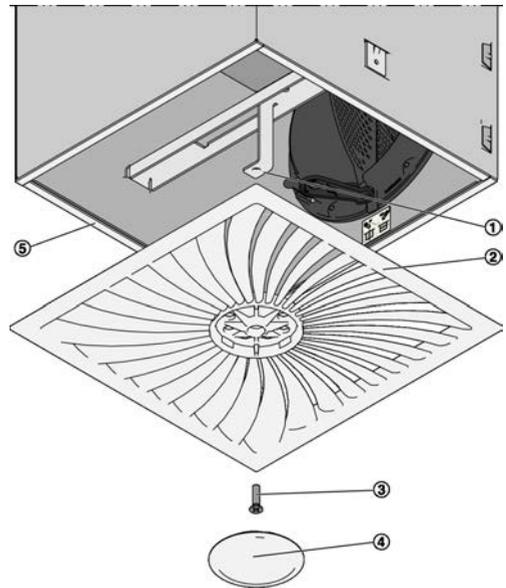

Abb. 17: Frontdurchlass anbringen
1. Die Dichtung (Abb. 17/5) auf die Umkantung des Anschlusskastens kleben.
2. Frontdurchlass (Abb. 17/2) mit Mittelschraubenbefestigung (Abb. 17/3) an der Traverse (Abb. 17/1) befestigen und die Zierkappe (Abb. 17/4) aufstecken.